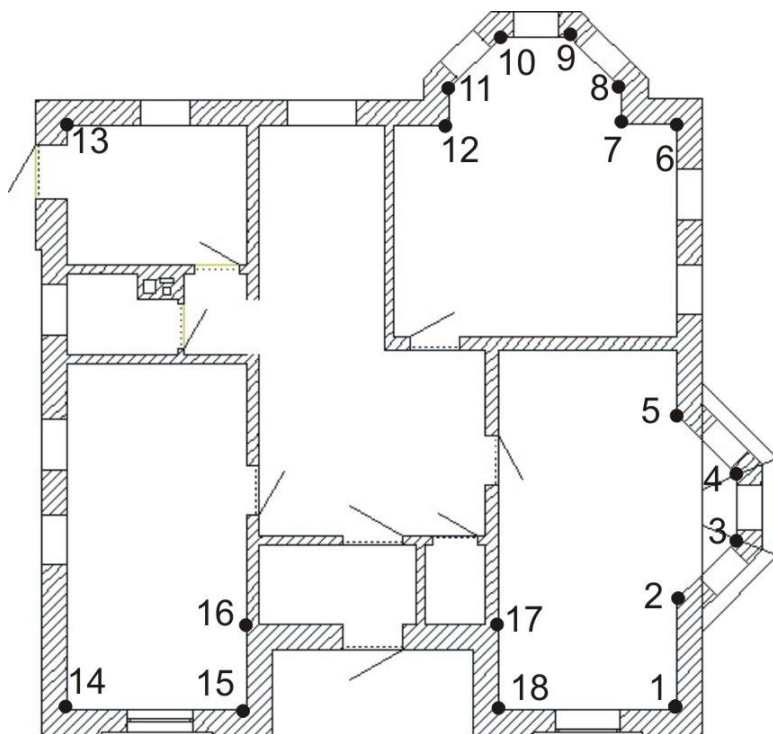

Рис. 19. Схема построения перекрытия
*аметры и свойства элементов* (рис. 14). После нажатия этой кнопки появится окно с двумя закладками (рис. 15). На закладке *Формат 2D* отмечаем элементы, которые необходимы для нашей лестницы, также здесь задаются параметры отображения элементов на чертеже (толщину, тип линии, цвет и т.д.). На второй закладке *Геометрия 3D* (рис. 16), в которой все выбранные элементы автоматически перешли с первой закладки, и рядом с галочкой - кнопки с надписью соответствующего элемента, после нажатия одной из них появится диалоговое окно с возможностью выбора необходимых параметров этого элемента (рис. 19). Также на закладке *Геометрия 3D* есть возможность задать поверхность (текстуру) элемента лестницы, материал, из которого изготовлен элемент, и т.д. Хотелось бы особенно отметить кнопки *Внутренняя и наружная стойка перил*, в которых необходимо указать, между какими элементами они будут вписаны.
последовательным нажатием  по углам многоугольника (внутренние углы здания) против часовой стрелки (рис. 19).